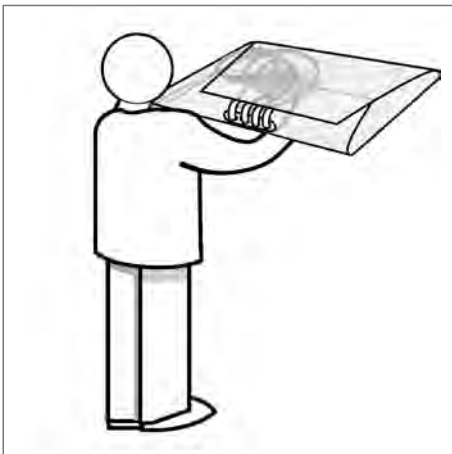

Abbildung 48
- Halten Sie den zusammengefalteten Bag auf beiden Armen so, dass die an der Zentriervorrichtung montierte Magnetklemme nach unten und das System mit den 4 Anschlüssen nach vorn zeigt (siehe Abb. 48).